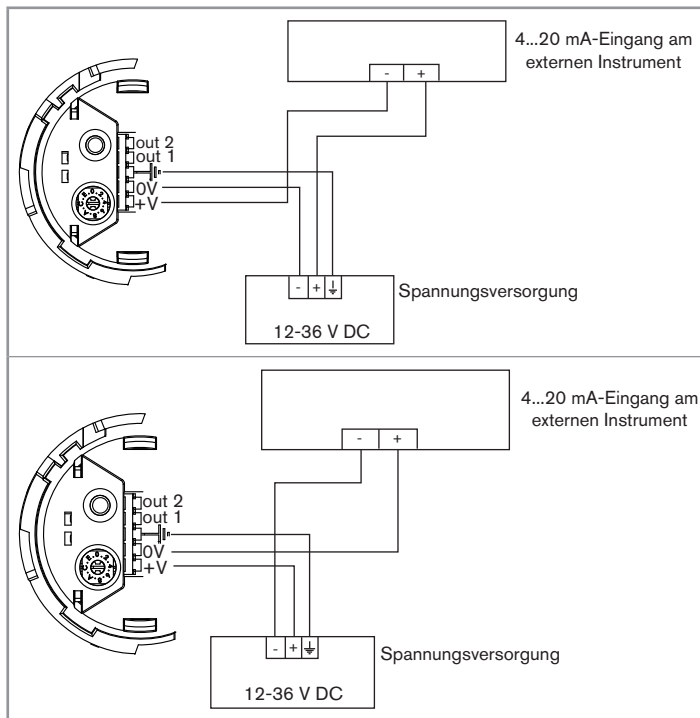

Bild 16 :Anschlussmöglichkeiten des Stromausgangs 4...20 mA einer Gerätevariante mit Kabelverschraubung.
- Den Ausgang 4...20 mA anschließen (siehe Bild 16).